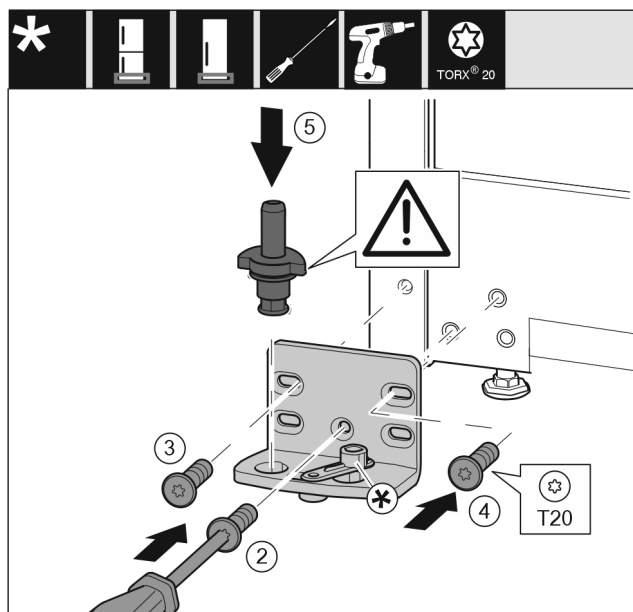

Fig. 16
- Поставете лагерната стойка от другата страна и я завийте с помощта на отвертка T20. Започнете с винт 2 долу в средата. Fig. 16 (2)
- Затегнете винт 3 и 4. Fig. 16 (3,4)
- Вкарайте изцяло лагерния болт. При това обърнете внимание на това, фиксиращата гърбица да сочи назад. Fig. 16 (5)